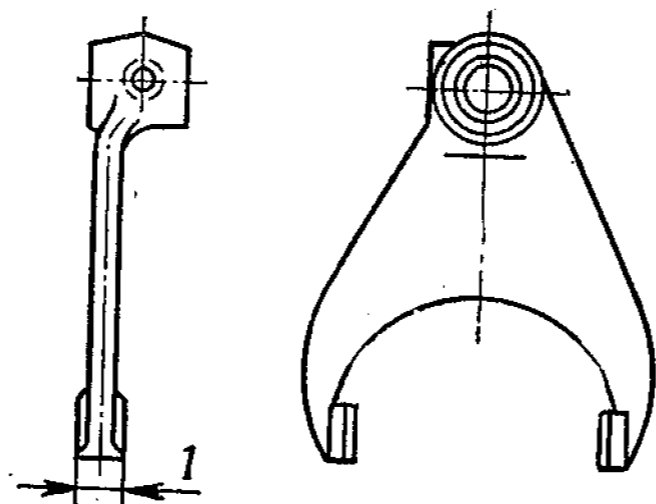

Рис. 122. Вилка включения заднего моста и понижающей передачи
11. Вилки включения переднего моста, заднего моста и понижающей передачи (рис. 122)